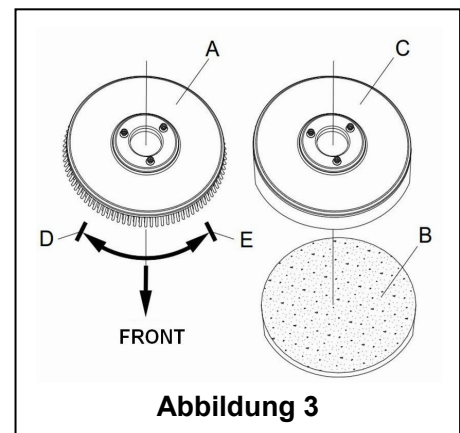

Abbildung 3
Je nach Art des zu reinigenden Bodens kann das Gerät mit Bürste (Abbildung 3, A) oder einem Pad-Halter (Abbildung 3, B und C) ausgestattet werden.
1. (Gilt nur für **AS430C** und **AS510C**): Stellen Sie sicher, dass das Stromkabel (9) von der Stromversorgung getrennt und der Schalter (38) ausgeschaltet (O) ist.
2. Drücken Sie den Lenker (2) nach unten, um das Tankgehäuse (26) anzuheben.
3. Legen Sie die Bürste (A) oder den Pad-Halter (B - C) unter das Gehäuse.
4. Verwenden Sie den Lenker (2) zum Absenken des Tankgehäuses (26), damit es in Kontakt mit der Bürste oder dem Pad-Halter kommt.
5. Um den Bürsten/Pad-Halter automatisch zu installieren, schalten Sie den Netzschalter (38) auf die "I"-Position und drücken Sie den Sicherheitsschalter (1). Schieben Sie das Gerät vorsichtig vorwärts, sodass sich die Riemenscheibe an der Unterseite des Tankgehäuses an der Bürste oder dem Pad-Halter ausrichten kann, die dann installiert werden können. Dann lassen Sie den Sicherheitsschalter los. Falls erforderlich, wiederholen Sie diesen Vorgang, bis der Bürsten/Pad-Halter installiert ist.
6. Wenn sich Schritt 5 als zu schwierig erweist, verwenden Sie die manuelle Methode, indem Sie der Pfeilspitze (D) folgen, um den Bürsten/Pad-Halter (wie in **Abbildung 3** gezeigt) zu installieren.
7. Um den Bürsten/Pad-Halter automatisch zu entfernen, schalten Sie den Netzschalter (38) auf die "O"-Position. Halten Sie mit der Hand den Lenker, und drücken Sie das Gerät nach unten, bis das Führungsrad den Boden berührt und der Bürsten/Pad-Halter in der Luft hängt. Schalten Sie den Netzschalter (38) auf die "I"-Position, und drücken Sie den Sicherheitsschalter nach unten, damit sich die Bürste oder der Pad-Halter dreht, bis der Bürsten/Pad-Halter auf den Boden fällt.
8. Wenn sich Schritt Nr. 7 als zu schwierig erweist, verwenden Sie das manuelle Verfahren, indem Sie den Bürsten/Pad-Halter entgegen der normalen Drehrichtung drehen, er kann dann entfernt werden. (Wie in **Abbildung 3** dargestellt.)